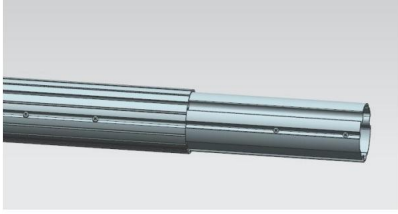
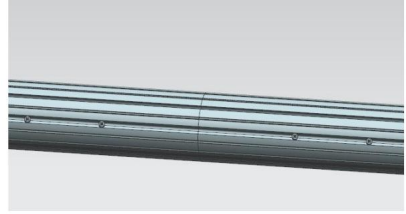

Abbildung C10
Abbildung C11
3.4 Die Verbindungsrohre an beiden Enden des mittleren Wickelrohrs bis zur roten Endposition herausziehen, das linke und rechte Wickelrohr zusammenfügen und mit Schraube A an der Verbindung fixieren. (Bild C10, Bild C11)